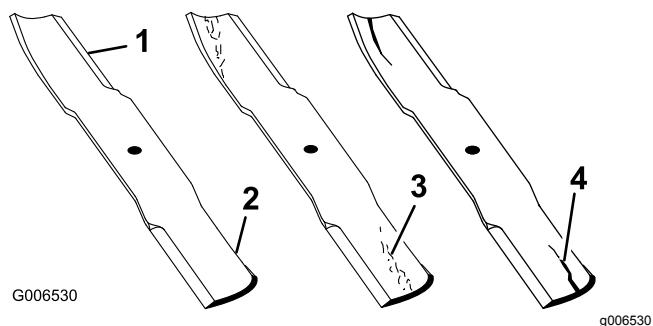

Figura 29
2. Examine cuidadosamente as extremidades da lâmina, prestando especial atenção à zona onde se encontram as partes curvas e planas da lâmina (Figura 29). Verifique o estado da lâmina antes da operação de corte, pois a areia e outros materiais abrasivos podem ter desgastado o metal que liga as partes curva e plana da lâmina. Se der conta de desgaste (Figura 29), substitua a lâmina; consulte Desmontagem e montagem da lâmina\(s\) \(página 21\).
Se a lâmina continuar a sofrer este tipo de desgaste irá formar-se uma ranhura entre a aba e a parte plana da lâmina (Figura 29). Eventualmente, pode soltar-se algum pedaço da lâmina e projetar-se da parte de baixo, ferindo-o a si ou a qualquer pessoa próxima.